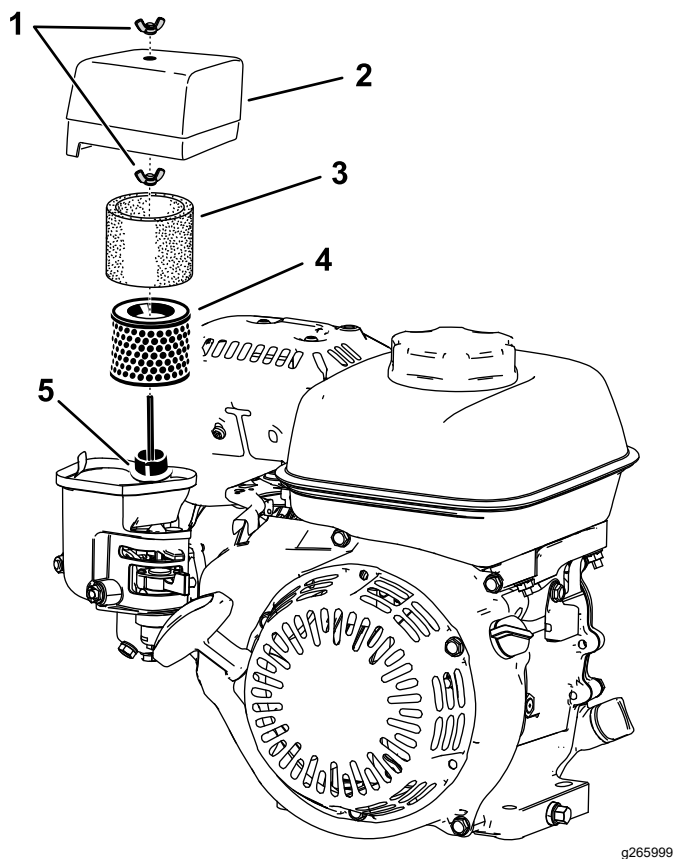

Bild 12
- Entfernen Sie die Flügelmutter, mit der die Luftfilterabdeckung befestigt ist (Bild 12).